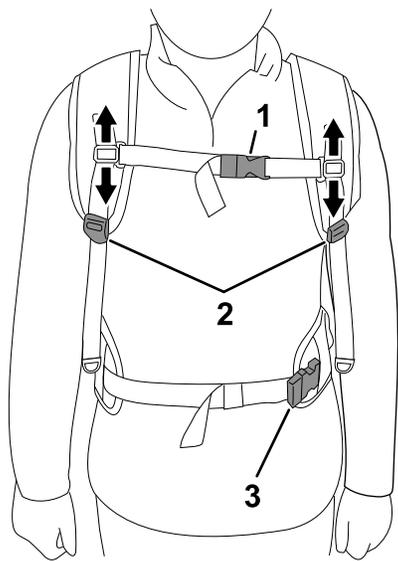

Figura 9
1. Dóblese por la cintura y colóquese las hombreras de manera que la mochila descansa cómodamente sobre la espalda, y conecte y apriete la hebilla del cinturón de cadera para que no se mueva (Figura 8 y Figura 9).